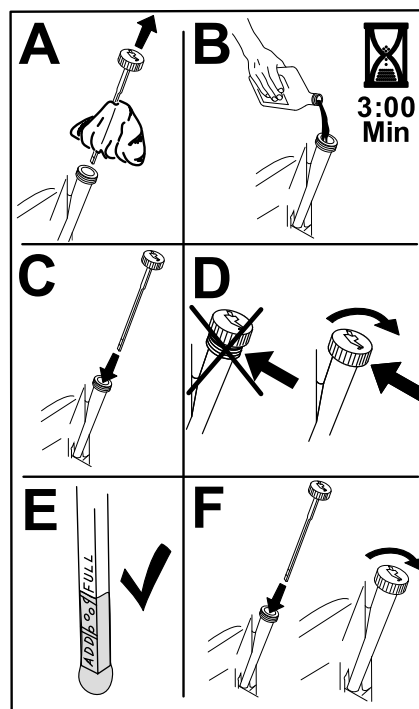

図 47
5. 所定量の 80% 程度のオイルを、オイル補給口からエンジンに入れ、その後に残りを継ぎ足してディップスティックの Full マークまでオイルを入れる 図 47。